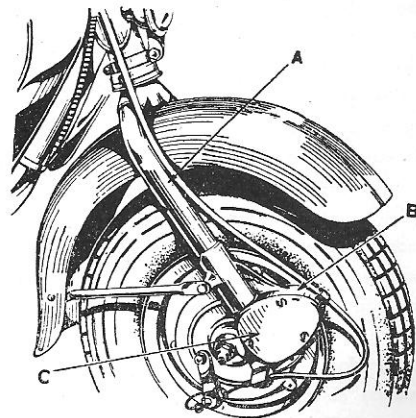

Fig. 5
Verificar y restablecer la cantidad de grasa dentro de las 2 cajas de la suspensión delantera, sacando la tapa (C). (Fig. 5).